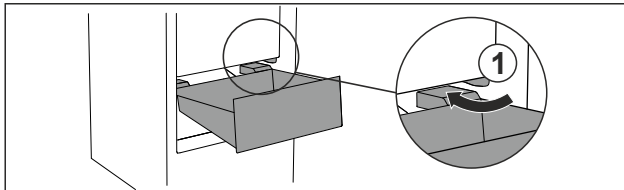

Fig. 33
- ▶ Schubfach schräg um die Stopper Fig. 33 (1) herumführen.